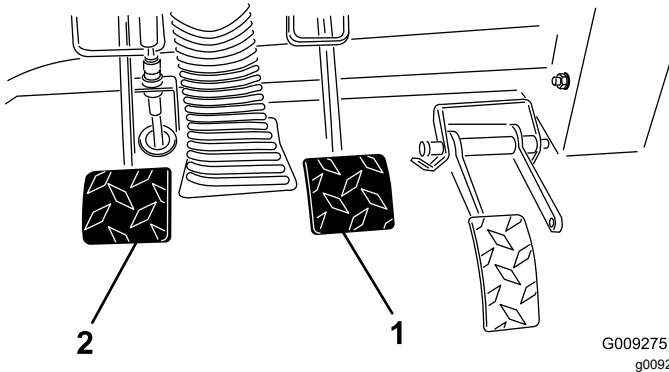

Figura 55
- Tire hacia arriba del pedal de freno (Figura 55) hasta que entre en contacto con el bastidor.